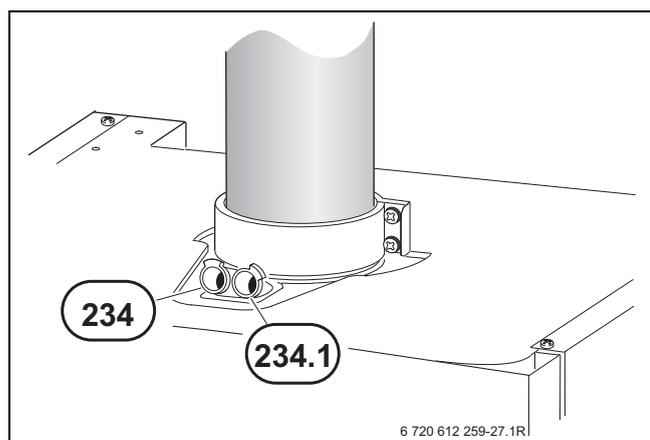

Fig. 86
- ▶ Rimuovere il tappo della presa di analisi combustione gas combusti (234) (→ fig 86).